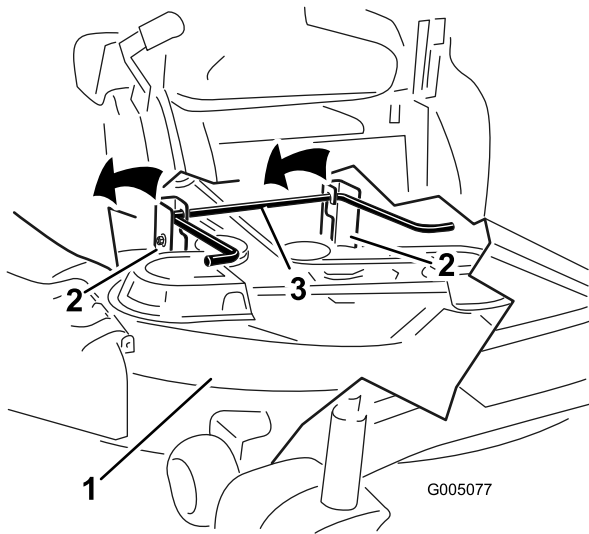

Figure 65
6. Soulevez et enlevez le tablier de coupe et les supports de la tige de levage arrière et abaissez la tondeuse au sol avec précaution (Figure 65).
- Soulevez l'arrière du tablier de coupe et guidez les supports sur la tige de levage arrière (Figure 65).